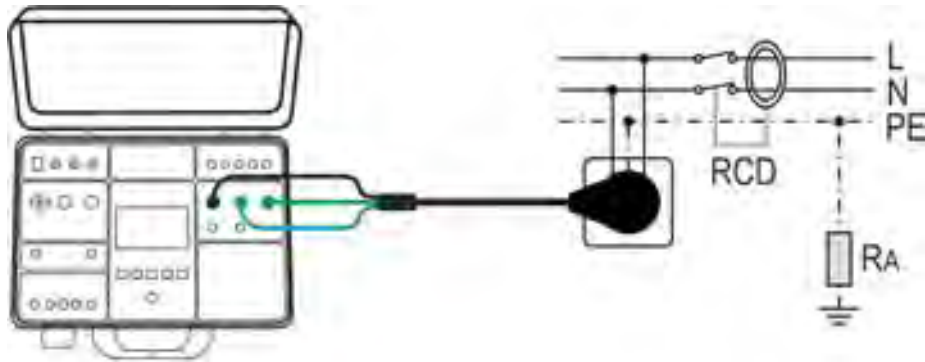
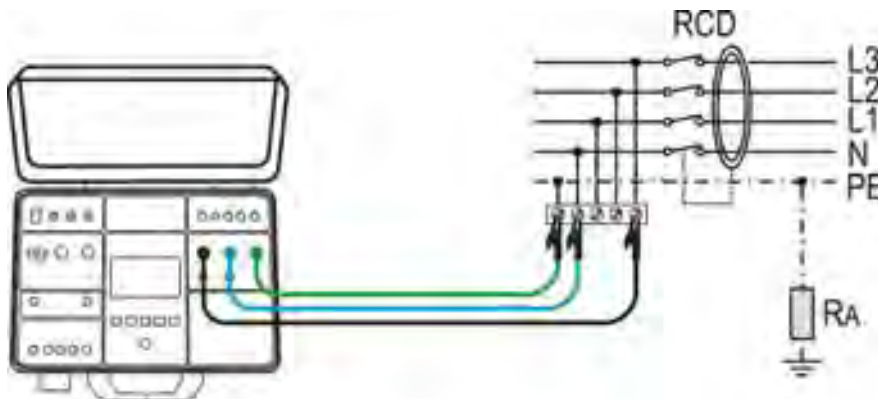

Fig. 42: Collegamento dello strumento con cavo di prova con spina Schuko
Fig. 43: Collegamento dello strumento con terminali di misura
7. Selezionare la schermata di misura premendo il tasto virtuale (4) e controllare nuovamente tutte le impostazioni
8. Collegare i terminali di misura o il cavo con spina Schuko come mostrato nelle seguenti Fig. 42 e Fig. 43